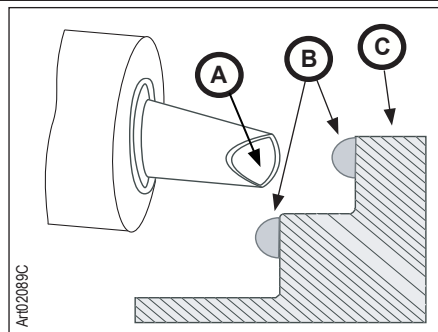
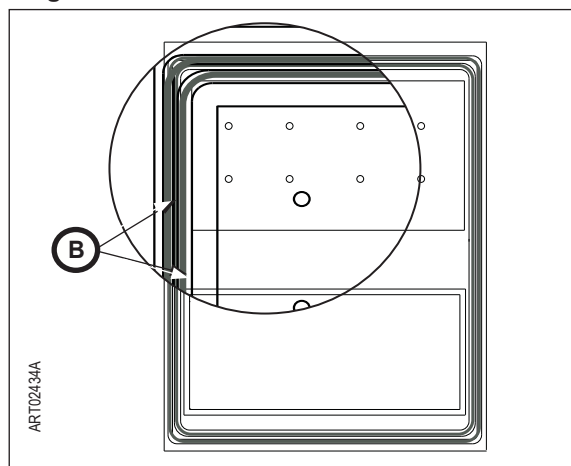

Fig. 10a: Ubicación de mastique en el gabinete del refrigerador
Fig. 10b: Ubicación de mastique en el gabinete del refrigerador
2. Para aplicar un cordón de tamaño correcto que produzca un sellado total, abra el tubo de mastique cortando la boquilla aprox. 3/4 pulg. del tubo, en un ángulo de 45° (Fig. 10a, A).
3. Aplique en dirección horizontal un cordón de mastique (Fig. 10a, B) y (Fig. 10b, B) de 1/2 pulg. de ancho y 3/8 pulg. de espesor, en dos (2) lugares alrededor de la abertura de la parte trasera del refrigerador.